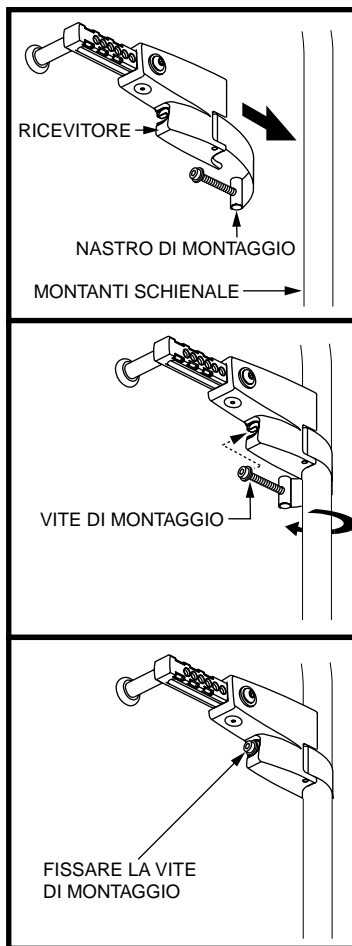

Figura 4. Installazione supporto di montaggio su tubi solidi
1. Localizzare l'etichetta "L" o "R" sul supporto di montaggio. Il supporto contrassegnato con "L" serve per il lato sinistro e quello contrassegnato con "R" per il lato destro. Il supporto destro è illustrato nella figura 4 per riferimento.
3. Partendo da un lato, avvolgere il nastro di montaggio del supporto superiore intorno al tubo posteriore, in modo che il nastro sia sul fondo. Fissare la vite di montaggio nel ricevitore. Vedere figura 4.
4. Avvolgere il nastro di montaggio inferiore contrassegnato per quel lato intorno al tubo posteriore in modo che il nastro sia sul fondo. Fissare la vite di montaggio nel ricevitore. Vedere figura 4.